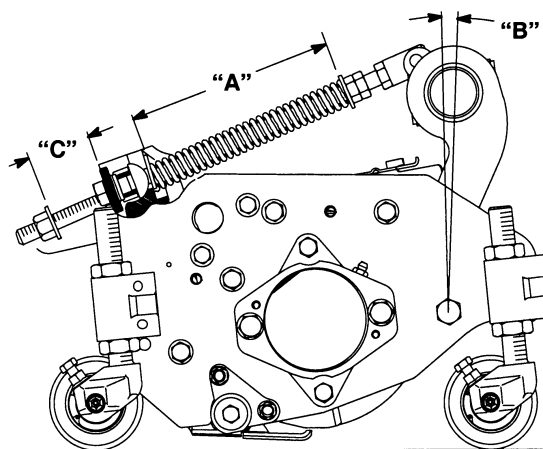

Figure 2
Le ressort de compensation (Fig. 2) qui relie le châssis porteur à l'unité de coupe commande le degré de rotation avant-arrière dont on dispose et la garde au sol pour le transport et les demi-tours.
1. Serrez le contre-écrou à l'arrière de la tige à ressort jusqu'à ce que l'espace (C) entre l'arrière du support du ressort et l'avant de la rondelle soit égal à 26 mm (Fig. 2).
2. Serrez les écrous hexagonaux à l'extrémité avant de la tige à ressort jusqu'à ce que la longueur comprimée (A) du ressort soit égale à 203 mm (Fig. 2).
NOTE : si la pelouse n'est pas lisse ou plane, augmentez la longueur comprimée (A) du ressort à 216 mm et l'espace (C) entre l'arrière du support du ressort et l'avant de la rondelle à 39 mm (Fig. 2).